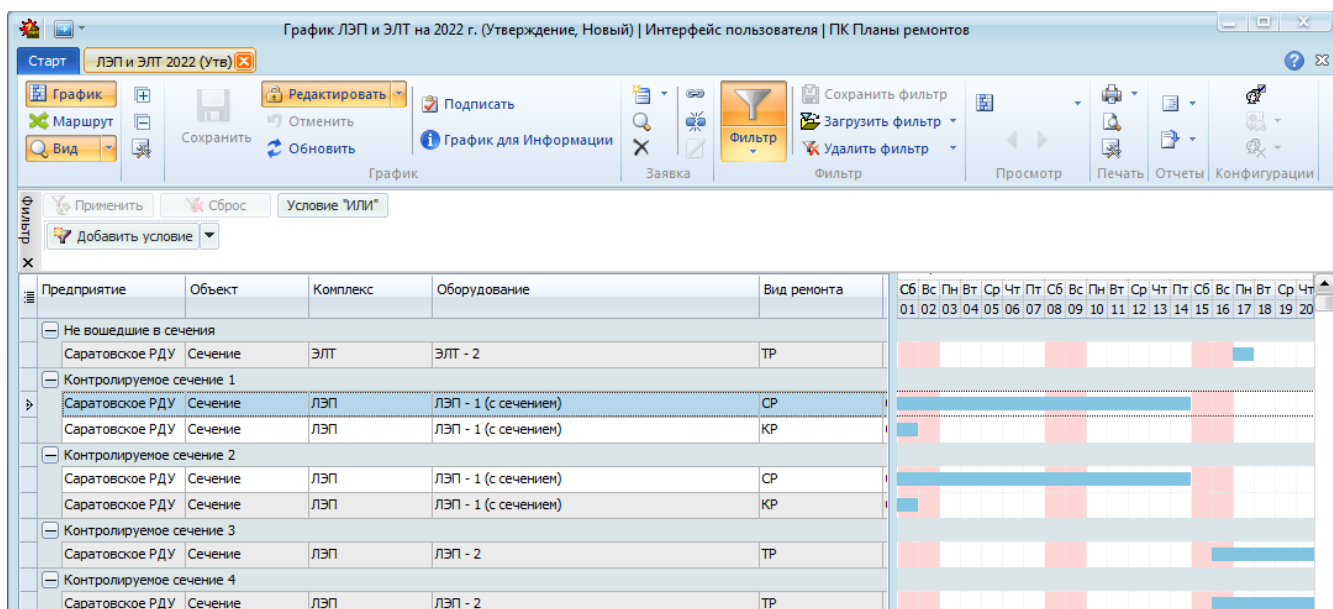

Рисунок 10.47 – Режим просмотра «Контролируемые сечения»
1. При выборе режима отображения «Сечения», содержащиеся в графике заявки группируются в блоки, согласно принадлежности оборудования, к тому или иному сечению, заданной в справочнике «Оборудование» Интерфейса оборудования. Сортировка отображения блоков сечений в табличной части зависит от значения поля «№» в справочнике «Контролируемые сечения» Интерфейса оборудования. Наименование блоков сечений соответствует полю «Наименование» из справочника «Контролируемые сечения» (Рисунок 10.47). Заявки на оборудование, принадлежащее нескольким сечениям дублируются и отображаются в каждом блоке соответствующего сечения. Заявки на оборудование, не имеющее принадлежности к сечению отображаются в отдельном блоке «Не вошедшие в сечения».